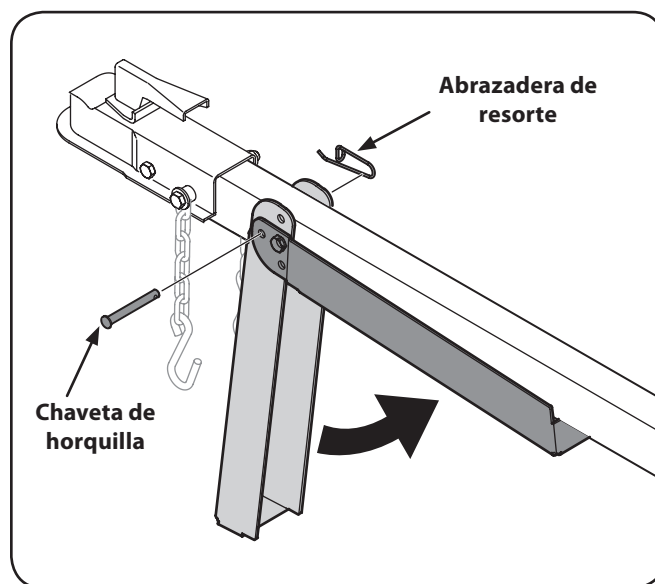

Figura 5-5
3. Sostenga la lengüeta y gire el gato hacia arriba contra la lengüeta. Vea la Figura 5-5.
4. Asegure la lengüeta con la abrazadera de resorte y la chaveta de horquilla retiradas previamente. Vea la Figura 5-5.